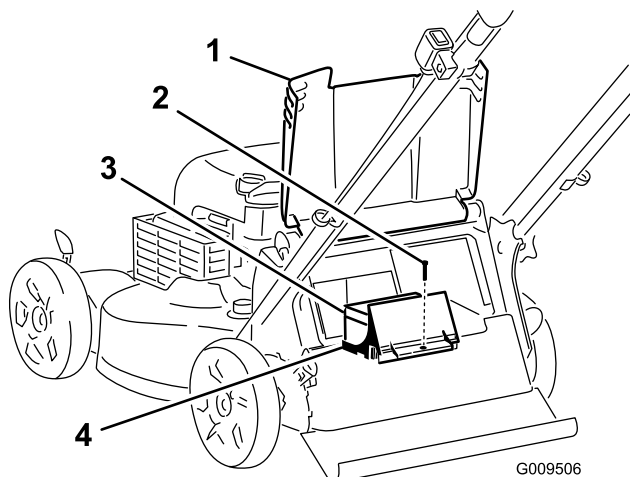

Figura 24
1. Sollevate il deflettore posteriore e individuate il vano batteria (Figura 24).